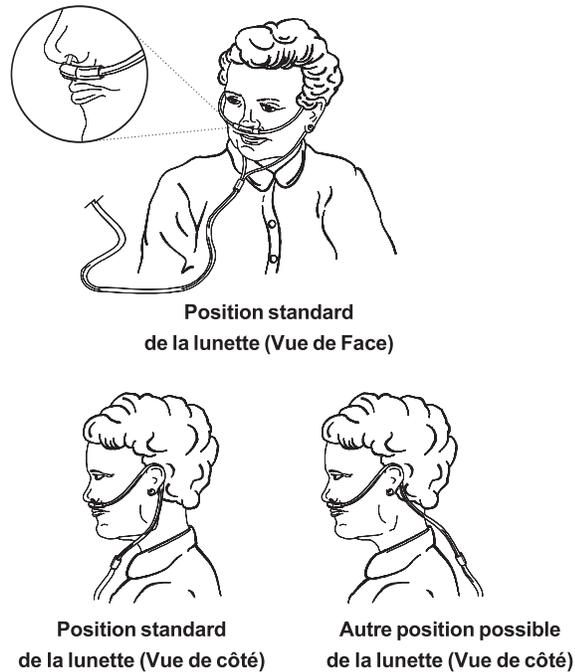

Figure 6 - Mise en place de la lunette nasale
2. Brancher le tuyau d'oxygène de la lunette à l'embout de sortie d'oxygène ou à l'embout de l'humidificateur selon le cas. Mettre en place la lunette sur le visage (Figure 6).